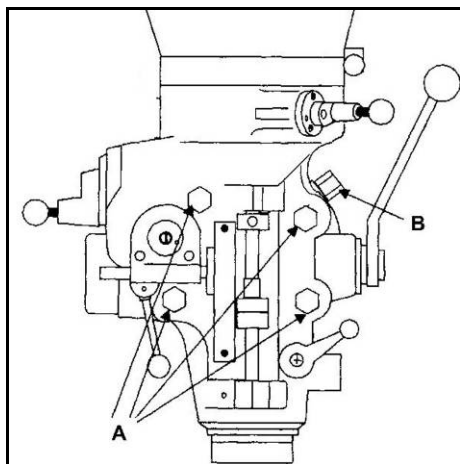

Рис.18
1. Ослабьте четыре большие шестигранные гайки, которые крепят фрезерную голову к консоли станка (Рис.18). 1/4 оборота должно быть достаточно, чтобы ослабить фрезерную голову.
- Для наклона головы вправо или влево поверните стяжную гайку (B, Рис.18). Используйте угловую шкалу на переходнике цилиндра.